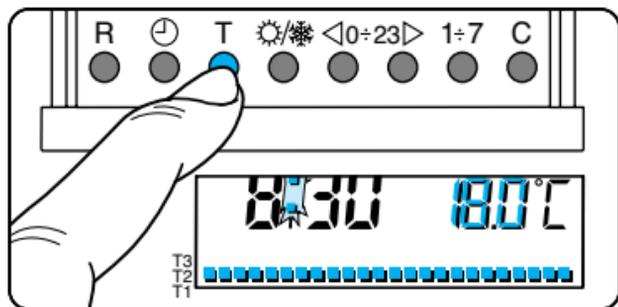

Fig. 61
12.3 - Premere nuovamente il pulsante **T** (fig. 61) per passare al livello di temperatura successivo.